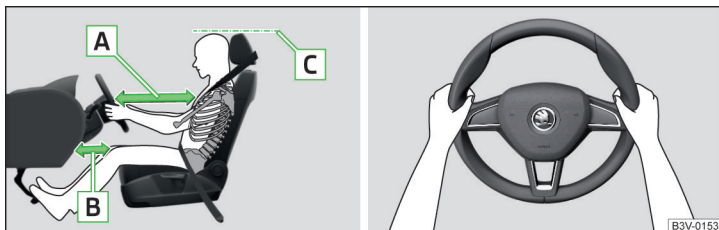

Fig. 15 Poziția corectă a scaunului șoferului/Poziția corectă la volan
- ✓ La autovehicule cu airbag pentru genunchii șoferului, reglați longitudinal scaunul șoferului în așa fel, încât distanța de la picioare la planșa de bord să fie de minim 6 cm » fig. 15 - B în zona airbagului pentru genunchi.
- ✓ Reglați volanul în așa fel, încât distanța dintre volan și torace să fie de cel puțin 25 cm » fig. 15 - A.
- ✓ Reglați tetiera astfel încât marginea superioară a tetierei să se afle, pe cât posibil, la aceeași înălțime cu partea superioară a capului dumneavoastră (nu este valabil pentru scaunele cu tetieră integrată) » fig. 15 - C.
- În timpul mersului volanul trebuie ținut cu ambele mâini, de partea exterioară laterală, în poziția „orei 9” și „orei 3” » fig. 15. Nu țineți niciodată volanul în poziția „ora 12” sau în altă poziție (de exemplu de centrul volanului, de marginea interioară etc.). În caz contrar, în cazul declanșării airbagurilor, se poate provoca accidentarea gravă a mâinilor, brațelor și a capului.
- ✓ Reglați tetiera astfel încât marginea superioară a tetierei să se afle, pe cât posibil, la aceeași înălțime cu partea superioară a capului dumneavoastră » fig. 15 la pagina 20 - **C** (nu este valabil pentru scaunele cu tetieră integrată).
- ✓ Reglați tetierele astfel încât marginea superioară a tetierei să se afle la aceeași înălțime cu partea superioară a capului dumneavoastră » fig. 15 la pagina 20 - **C**.